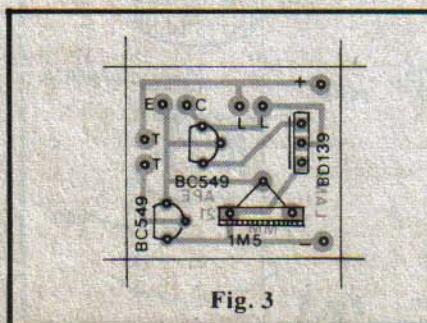

Fig. 3
- **FIG. 3 - "Chapeado"** (vista real dos componentes sobre o lado não
cobreado da placa) da montagem, que deve ser seguido com grande atenção pelo hobbysta. Observar principalmente as posições dos lados "chatos" dos dois BC549 e da lapela metálica do BD139 (voltada para o interior da placa). As ilhas periféricas, destinadas às conexões externas à placa (ver próxima figura) estão devidamente codificadas: (+) e (-) para o **positivo e negativo** da alimentação, respectivamente; (L) (L) para as ligações à pequena lâmpada; (E) e (C) para conexão ao foto-transistor (respectivamente **emissor e coletor**) e, finalmente, (T) (T) para as ligações aos parafusos de "toque" (desligamento "secreto"). Terminadas as soldagens de todos os componentes mostrados na fig. 3 (quem for ainda muito "começante" **deve** ler atentamente as INSTRUÇÕES GERAIS PARA AS MONTAGENS, encartadas permanentemente nas primeiras páginas de APE...), tudo precisa ser conferido (inclusive a **qualidade** dos pontos de solda), antes de se cortar as sobras ou excessos de terminais, pelo lado cobreado da placa...
breado (assim como na fig. 3). Observar mais atentamente a **polaridade** da alimentação (fio **vermelho** para o **positivo** e fio **preto** para o **negativo**) e a ligação do foto-transistor (TIL78), lembrando que qualquer inversão nessas conexões impedirá o funcionamento do circuito. O comprimento de toda a fiação externa à placa deverá ser dimensionado de forma **apenas suficiente** para uma confortável instalação (ver próxima figura) do conjunto... Fios **muito curtos** dificultarão essa instalação, enquanto que os fios **muito longos**, além de "deselegantes", também podem causar problemas de acomodação do conjunto.